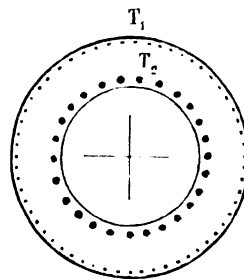

Fig. 1.
3. Il Boucherot (2) ha una costruzione originale di armatura chiusa che raggiunge lo scopo senza ricorrere a resistenze estranee (fig. 1).